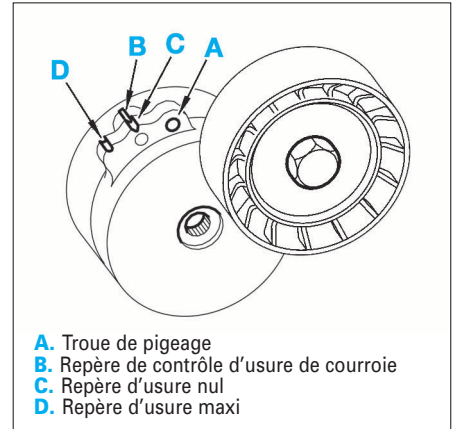
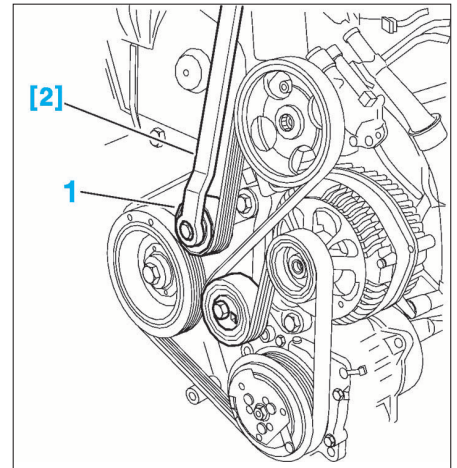

FIG. 32
FIG. 33
- Agir sur le galet dynamique (1) (Fig.33) à l'aide de l'outil [2], jusqu'à la mise en place de la pige [1] dans le trou de pigeage (A) (Fig.32).